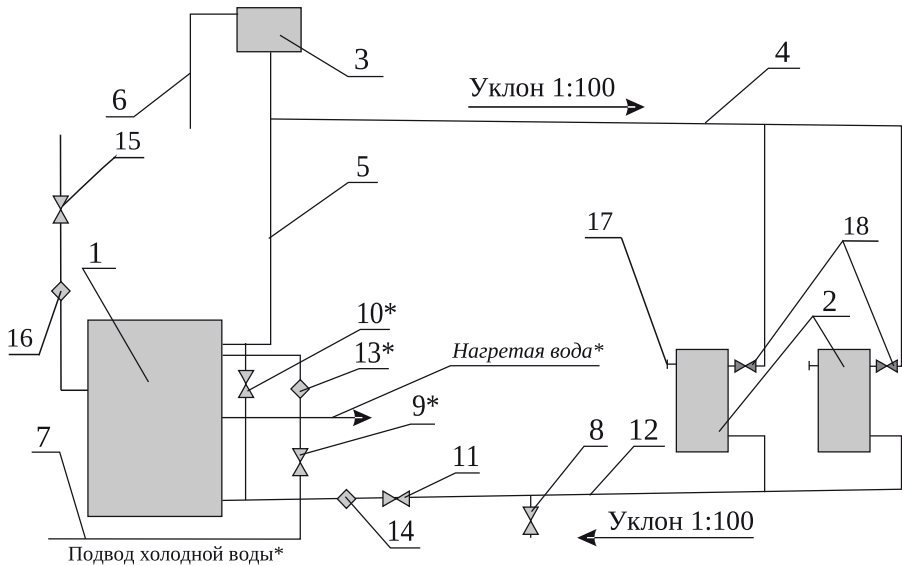

Рис. 3. Пример подключения котла в системе отопления с естественной циркуляцией теплоносителя
- 6.5. Расширительный бачок располагается в самой высокой точке системы. Система отопления должна быть с верхней разводкой. Площадь поверхности нагревательных приборов и количество определяется расчетом. Во избежание получения большого гидравлического сопротивления системы занижать диаметры трубопровода не рекомендуется. Пример подключения котла к отопительной системе приведен на рис. 3,4.